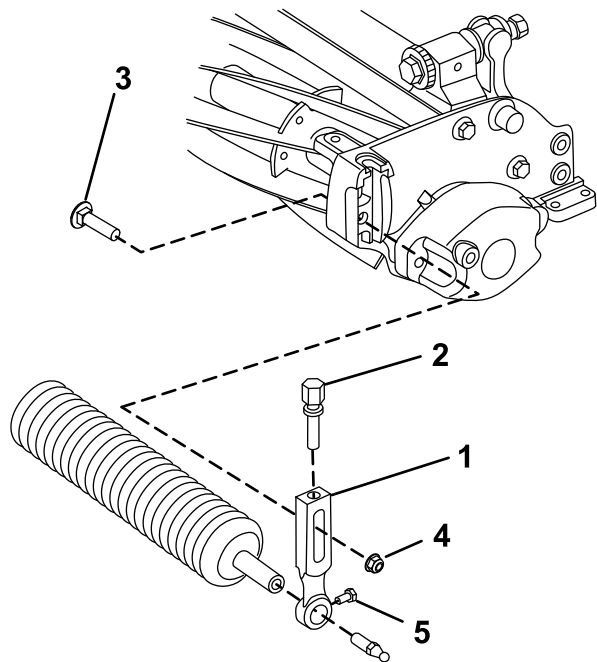

Рисунок 3
1. Отверните несущий болт и фланцевую контргайку, крепящие один из рычагов высоты скашивания к боковой плите режущего блока (Рисунок 3).
5. Не затягивая, зафиксируйте валик в режущем блоке с помощью рычага высоты скашивания и ранее снятых деталей крепления (Рисунок 3).
7. Затяните винты крепления валика (Рисунок 3).
2. Ослабьте винты крепления валика в рычагах высоты скашивания (Рисунок 3).
3. Вставьте валик в рычаг высоты скашивания на противоположной стороне режущего блока (Рисунок 3).
4. Наденьте рычаг высоты скашивания на ось валика (Рисунок 3).